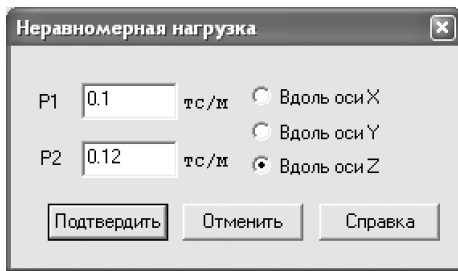

Рис.5.20. Диалоговое окно Неравномерная нагрузка
- В диалоговом окне **Задание нагрузок** щелчком по кнопке трапецевидной нагрузки на группу узлов вызовите диалоговое окно **Неравномерная нагрузка** (рис.5.20).